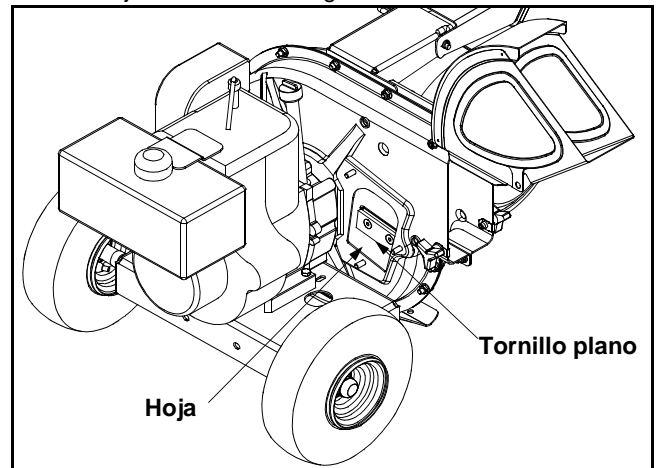

Figura 9
- Saque la hoja mediante el uso de una llave allen de 3/16" en el lado exterior de la hoja y de una llave ajustable en el montaje del motor. Ver Figura 9.